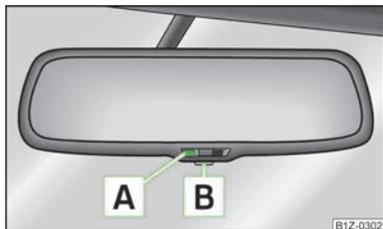

Fig. 38
► Pulsar la tecla **B** » fig. 38, el testigo **A** se enciende.
► Pulsar la tecla **B** » fig. 38 de nuevo, el testigo **A** se apaga.